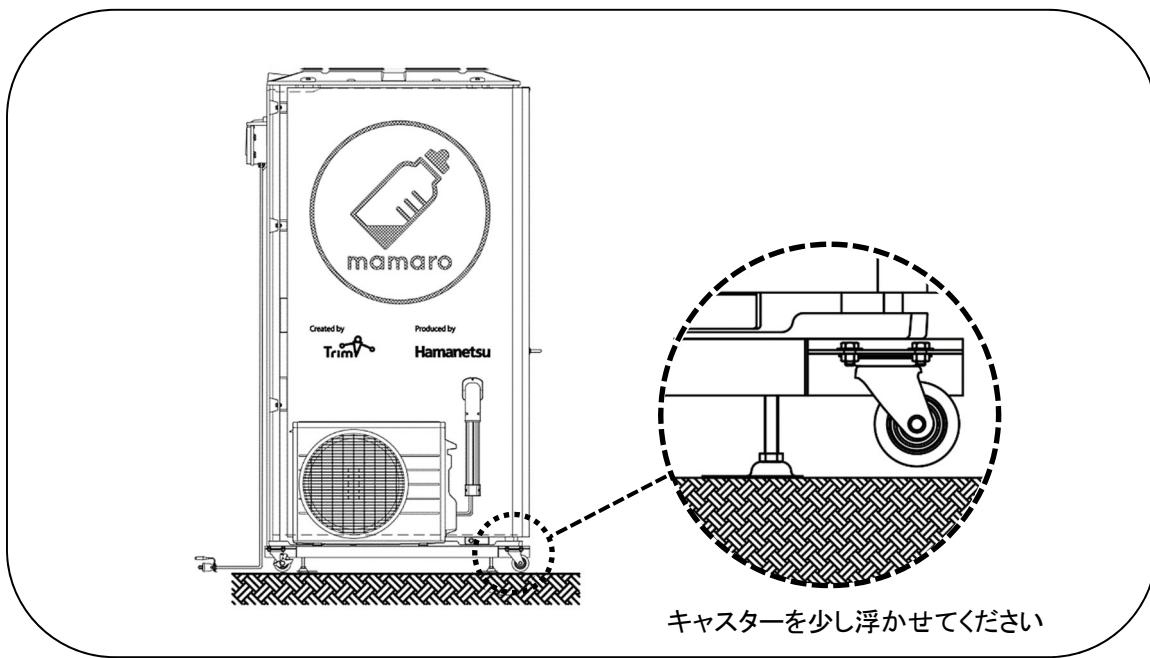

Fig. 5-1 設置時のキャスター
- ① ユニットを設置場所まで運び、キャスターをロックしてください。ロック付きのキャスターは後面側 2ヶ所になりますので両方ロックしてください。このときユニットが地面に沈む場合は地面を補強し沈まないようにしてください。
- ② スパナ(19 mm)を使用しアジャスター bolt を回し、設置面と接地させてください。
- ③ スパナ(19 mm)を使用しアジャスター bolt をさらに回し、転倒に注意し Fig. 5-1 のようにキャスターを少し浮かせてください。(キャスターは 40 mm まで浮かせることができます)
- ④ 必要に応じ番線等で転倒防止策を施してください。